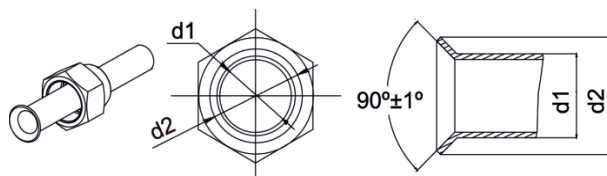

Рис. 8
4. Развальцовка должна быть выполнена равномерно, на развальцованном участке не должно быть трещин (см. рис. 8).